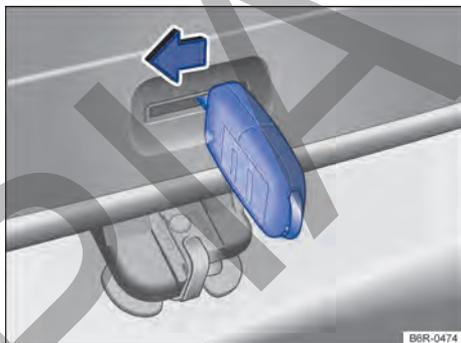

Fig. 55 Del lado de adentro del maletero: apertura de emergencia del portón trasero.
- Inserte la paleta de la llave del vehículo en la apertura del portón trasero → fig. 55 y presione la palanca de desbloqueo en el sentido de la flecha para destrabar el portón trasero. ◀